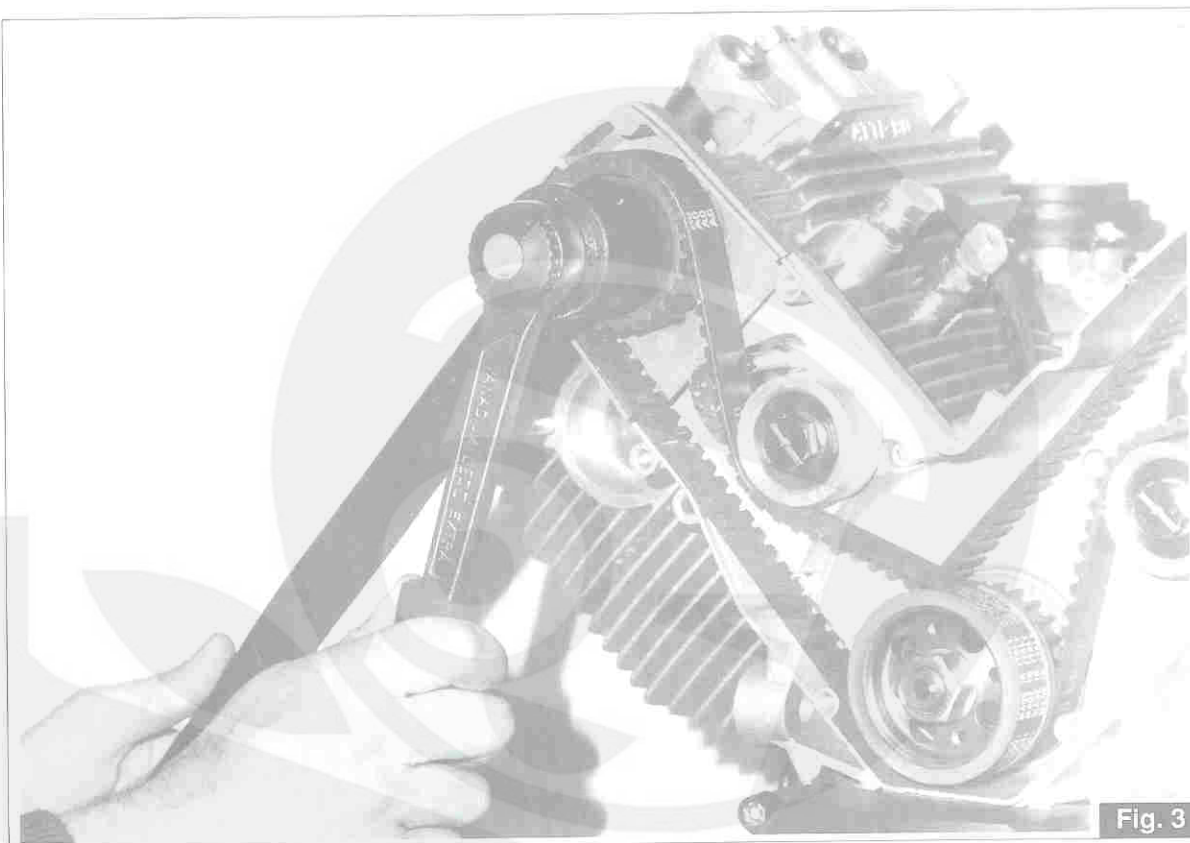

Fig. 3
Utilizzando l'apposito attrezzo di tenuta cod. 30 92 73 00 allentare i dadi centrali di fissaggio delle pulegge sugli alberi a camme (fig. 3).
– Using the appropriate seal tool cod. 30 92 73 00, loosen the central securing nuts on the cam shaft pulleys (fig.3).